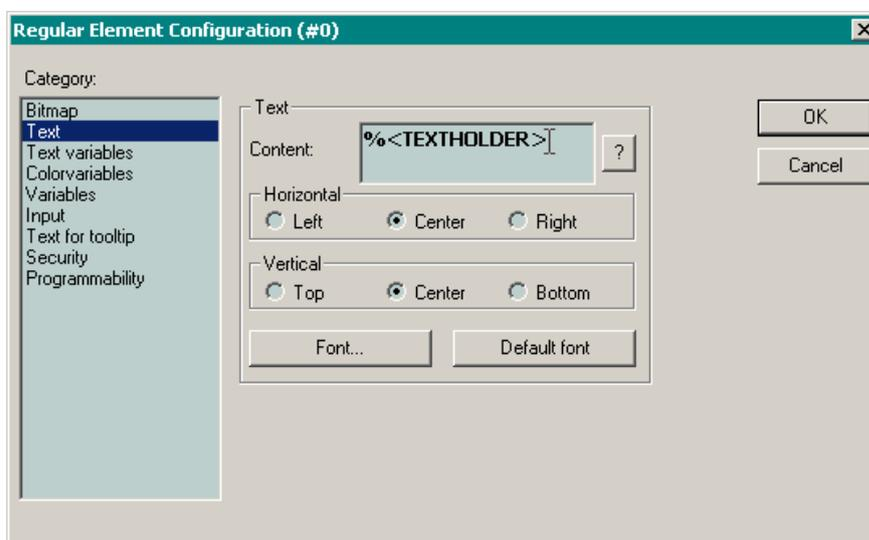

Рис. 68. Добавление префикса текстового ресурса, доступного в подключенном файле динамического текста
- Используя синтаксис динамического текста, введите в поле **Content** имя префикса текстового ресурса, как показано на рис. 68.